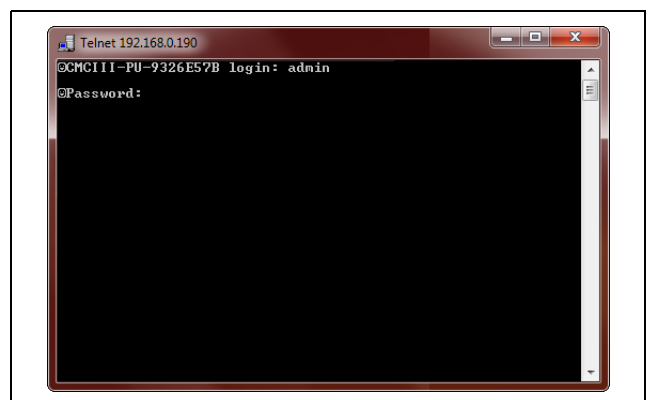

Fig. 12 : écran d'identification
- Actionner une fois la touche « Retour » pour afficher l'écran d'identification. Celui-ci correspond à l'écran d'identification pour une liaison Telnet (fig. 12).